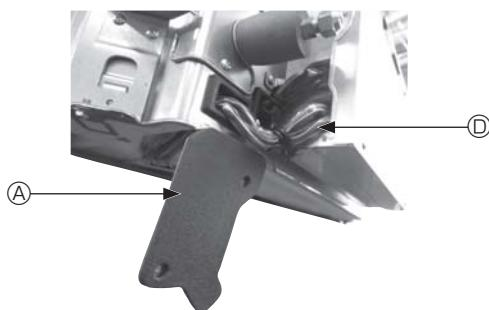

Fig. 4-4
- ① Retire os dois parafusos que seguram a tampa dos fios da unidade principal e, em seguida, abra a tampa.
- ② Passe os fios do i-See sensor e do recetor de sinais pelas entradas de fios na caixa dos componentes elétricos, tal como exibido no diagrama, e à volta dos casquinhos existentes na parte lateral da unidade principal. (Fig. 4-4)